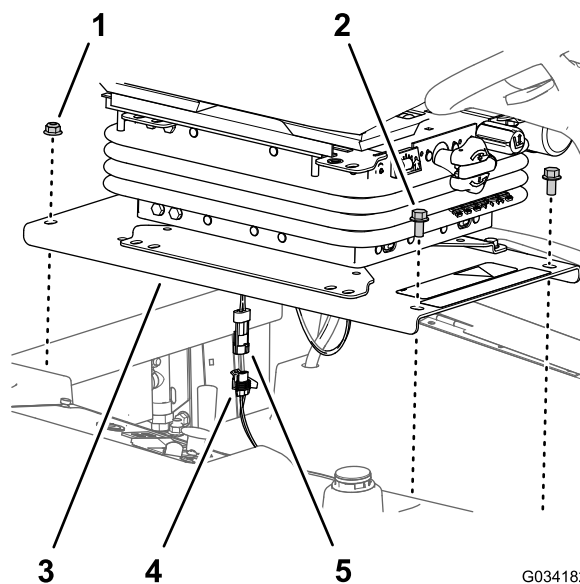

Figura 38
1. Rimuovete i 2 bulloni a testa flangiata (3/8" x 3/4") che fissano la parte anteriore della piastra del sedile al telaio della macchina (Figura 38).
2. Rimuovete i 2 dadi di bloccaggio flangiati (3/8") che fissano la parte posteriore della piastra del sedile al telaio della macchina (Figura 38).
4. Scollegate il connettore a 2 pin per il cablaggio del comando di presenza operatore dal connettore a 2 prese del cablaggio preassemblato della macchina (Figura 38).
2. Collegate il connettore a 2 pin per il cablaggio del comando di presenza operatore al connettore a 2 prese del cablaggio preassemblato della macchina; fate riferimento a Figura 38 di Rimozione del sedile e della relativa piastra \(pagina 38\).
3. Allineate i fori posteriori nella piastra del sedile (Figura 38 di Rimozione del sedile e della relativa piastra \(pagina 38\)) con i 2 bulloni a testa tonda ($3/8" \times 1"$) nel canale del radiatore.
4. Montate la piastra del sedile (Figura 38) sui bulloni a testa tonda con i 2 dadi di bloccaggio flangiati ($3/8"$) rimossi al passaggio 2 di Rimozione del sedile e della relativa piastra \(pagina 38\).
5. Allineate i fori anteriori nella piastra del sedile (Figura 38) con i filetti delle aste del serbatoio.
6. Montate la piastra del sedile (Figura 38) sulle aste del serbatoio con i 2 bulloni a testa flangiata ($3/8" \times 3/4"$) rimossi al passaggio 1 di Rimozione del sedile e della relativa piastra \(pagina 38\).